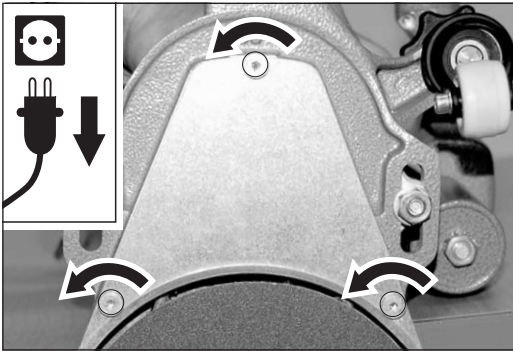

Abb. 35 Die drei Schrauben am Vorsatz entfernen.
- 3 Entfernen Sie mit einem Schraubendreher die drei Schrauben, mit denen das Abdeckblech am Vorsatz befestigt ist (Abb. 35). Nehmen Sie das Abdeckblech ab.